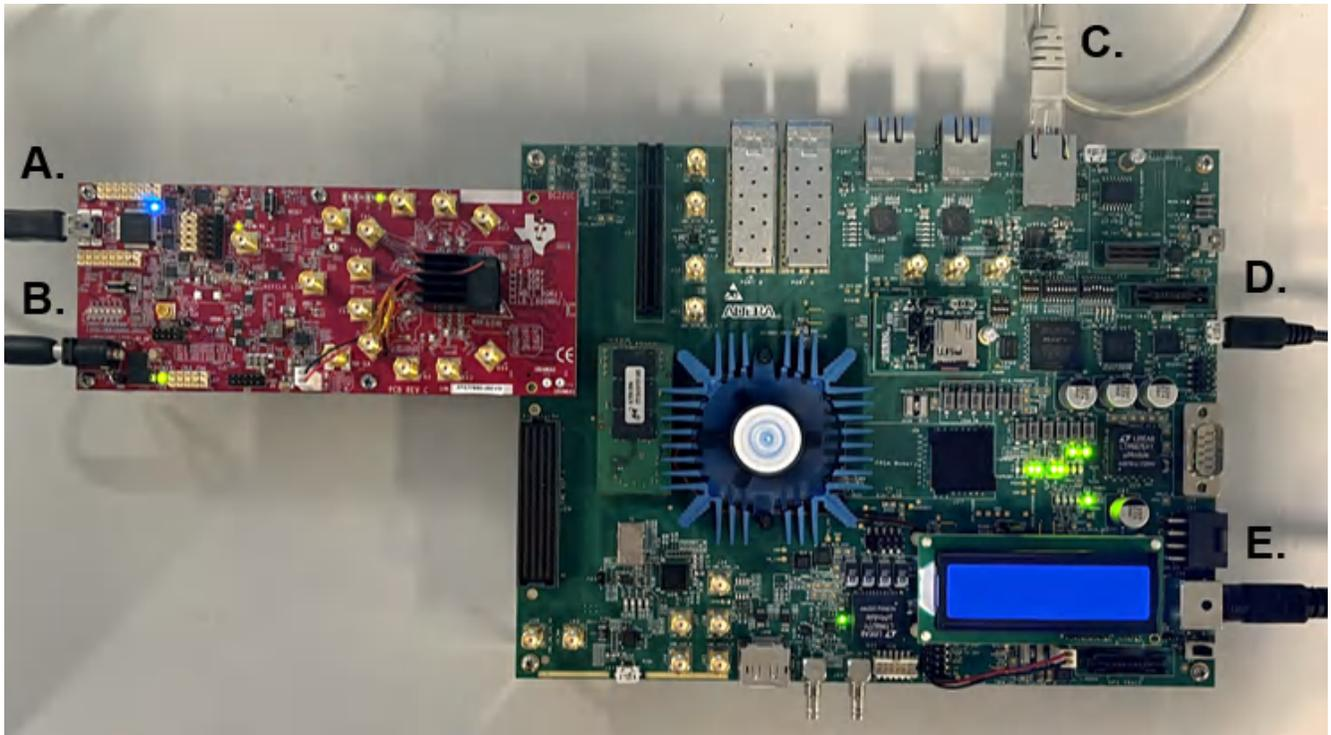

图 2-1. AFE7769DEVM 和 Arria 10 FPGA
1. 将 AFE7769DEVM 的 FMC+ 连接器安装到 Arria 10 FPGA 上的接收器部分 (标有 J19) ，如 图 2-1 所示。